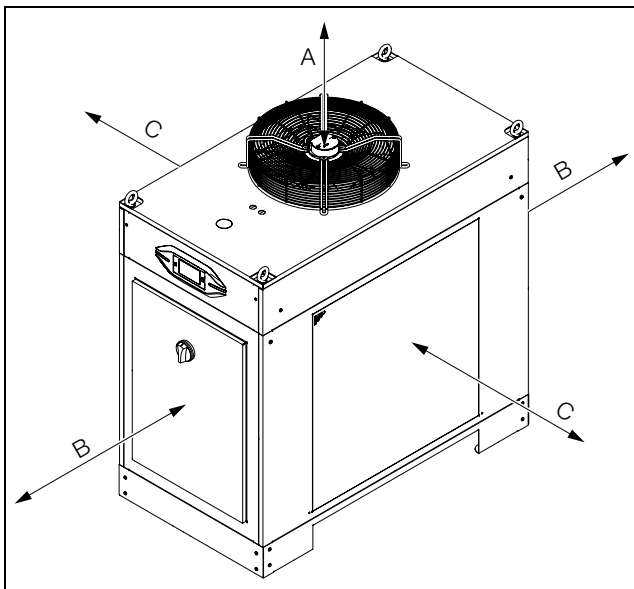

Abb. 19: Mindestabstände
- Zum ungehinderten Ausströmen der warmen Abluft muss die Öffnung oben auf dem Chiller frei zugänglich sein (vgl. Abb. 19). Um den Anschluss der Versorgungsleitungen sowie Wartungs- und Reparaturmaßnahmen zu erleichtern, sollten zudem die unter Abb. 19 angegebenen Mindestabstände eingehalten werden.
- Auch um einen „Luftkurzschluss“ (Vermischung von Zu- und Abluft) zu vermeiden und die volle Kälteleistung zu gewährleisten, sollten die unter Abb. 19 angegebenen Abstände eingehalten werden.